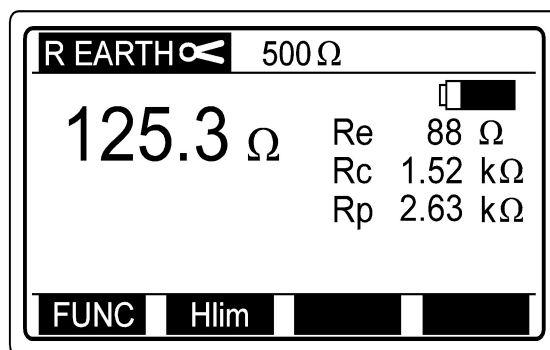

Fig. 30: Exemple de résultat de test de résistance de terre
- Appuyez sur la touche “Back” (F1) après avoir programmé la distance pour retourner au menu initial de résistance de terre spécifique (cfr. fig 30).